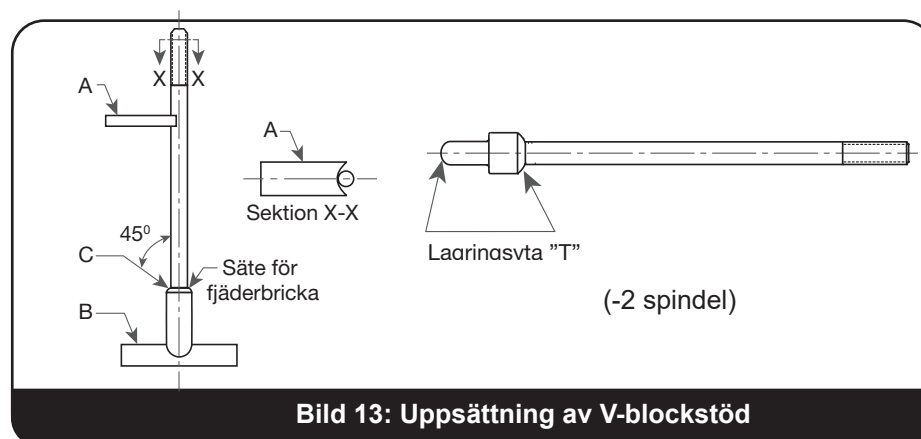

Bild 13: Uppsättning av V-blockstöd
- De kulspetsade spindlarna ska placeras i en materialbit, "B", som har försänkts för att tillåta fri rotation av spindeln (se bild 13).
3. Stången är böjd (se bild 13 på sidan 27).